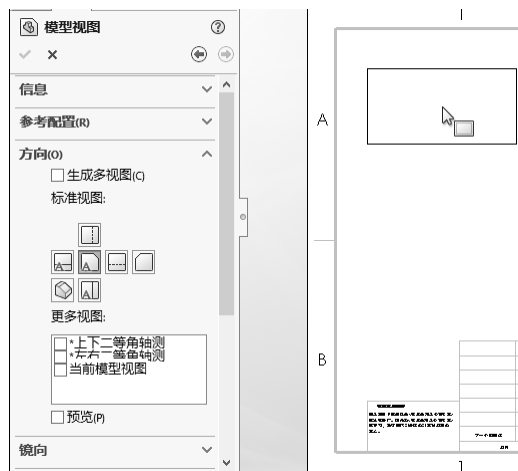

图 12-143 模型布局
**03** 新建前视图。单击“视图布局”控制面板中的“模型视图”按钮,弹出“模型视图”属性管理器,单击“浏览”按钮,弹出“打开”对话框,选择“手压阀装配体”,单击“打开”按钮,在左侧弹出“模型视图”属性管理器,在绘图区显示视图布局,放置前视图,如图 12-143 所示。